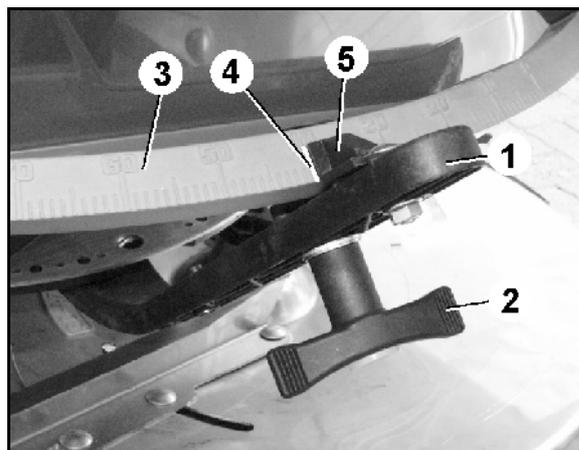

Рис. 81
Регулировка количества осуществляется при этом в соответствии с таблицей норм внесения удобрений с помощью регулировочного рычага (Рис. 81/1).
2. Открутите барашковый винт (Рис. 81/2).
3. Найдите требуемое положение заслонки по шкале (Рис. 81/3).
4. Установите кант (Рис. 81/4) указателя (Рис. 81/5) на значение шкалы.
6. Затяните барашковый винт (Рис. 81/2).